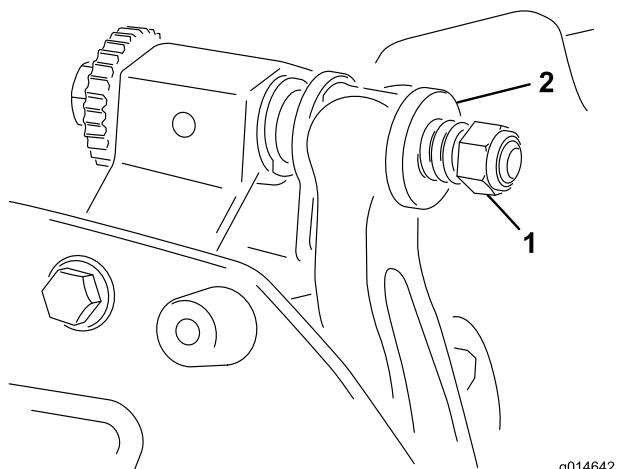

Figura 16
4. Aperte a porca da mola tensora até que a mola fique recolhida; em seguida, desaperte meia volta (Figura 16).